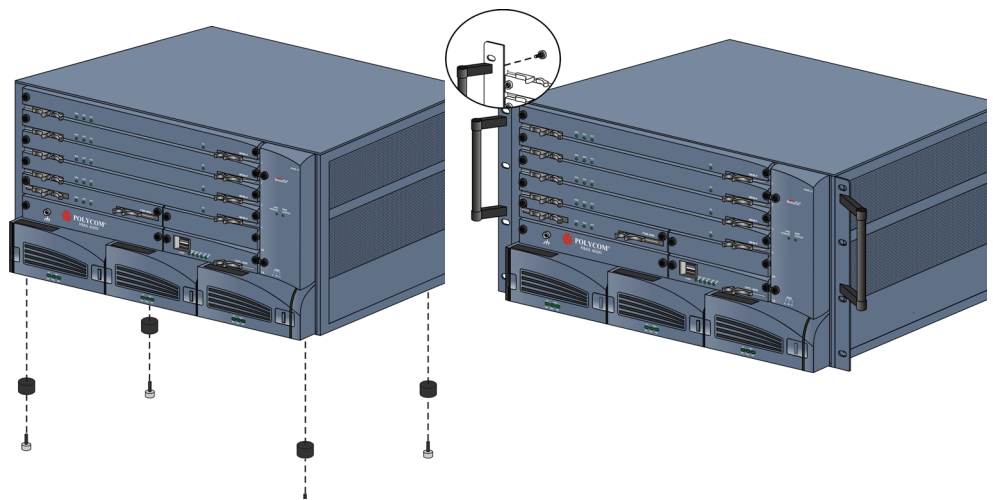

Figura 1-1 Opcional: Remoción rápida del pie y las manijas
- Opcional: dependiendo del bastidor que tenga el usuario, tal vez sea necesario quitar las manijas si están unidas a la RMX 4000. Desatornille las manijas del chasis como se muestra en la figura 1-1, "Opcional: Remoción rápida del pie y las manijas".
- Opcional: si el espacio del bastidor para la RMX 4000 es exactamente de 6U, será necesario quitarle las patas antes de instalarla. Desatornille las patas del chasis como se muestra en la figura 1-1, "Opcional: Remoción rápida del pie y las manijas".